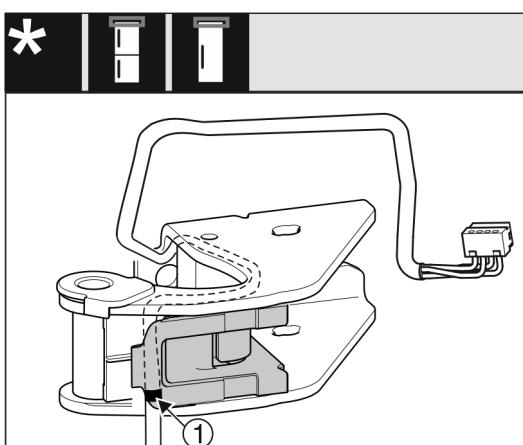

Fig. 26
- Mittlere Markierung muss dabei auf der Kante der Kabelhalterung liegen Fig. 26 (1).